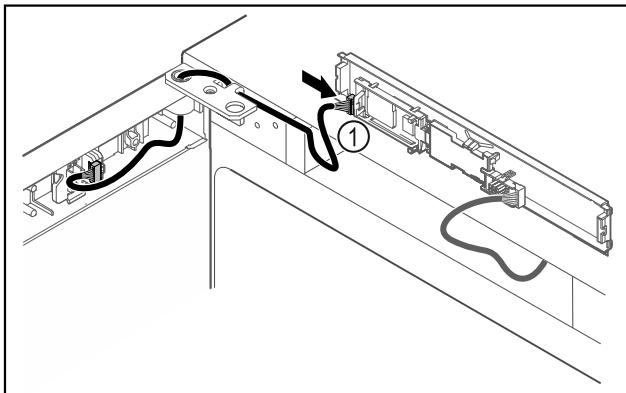

Fig. 50
- Lidhni spinën Fig. 50 (1) në qark.